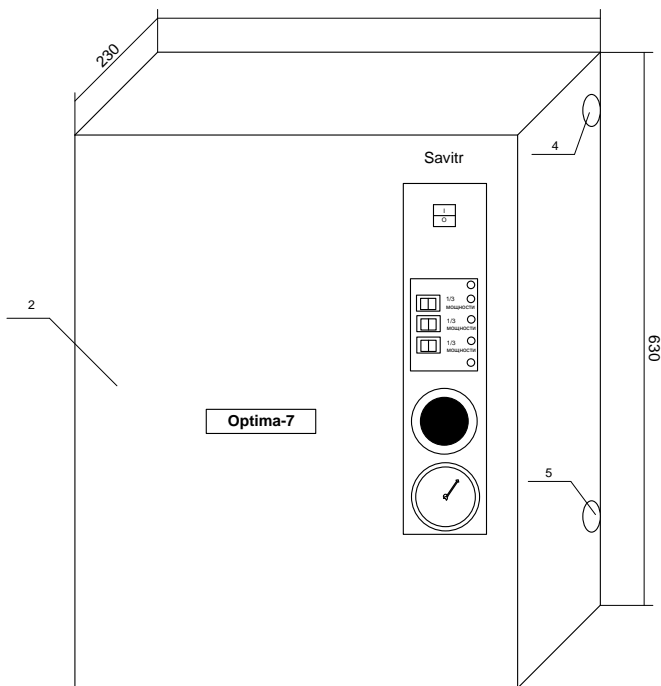

Рисунок 2. Общий вид водонагревателя «Optima Plus»
6.1. Для подготовки водонагревателя электрического серии «Optima Plus»/«Standart Plus» к работе, необходимо подсоединить его к отопительной системе, закрепив его на стене таким образом, чтобы в случае срабатывания клапана безопасности (поз.17 рис.2) теплоноситель мог свободно стекать вниз.
Для электрического питания котла необходимо подключить три фазы к контактам пускателя (поз.10 рис.2), соответственно к клеммам А, В, С и нейтраль к клемме N.
Рекомендуется силовые кабели и кабели управления прокладывать отдельно, для этого в корпусе предусмотрены отдельные кабельные вводы (поз 4 и 5 рис. 2).
6.9. Заземлите водонагреватель. Контакт заземления (поз.11 рис.2), соедините медным гибким проводом, сечением не менее 2,5 мм² с заземляющей магистралью. Последовательное включение в заземляющую магистраль запрещается!
- выберите необходимую мощность водонагревателя. Для этого включите любые одну, две или три клавиши мощности на блоке управления 22 (рис.2);
- установите необходимую температуру теплоносителя регулятором температуры 8 (рис.2) и температуру воздуха в помещении на комнатном термостате (в случае его использования);